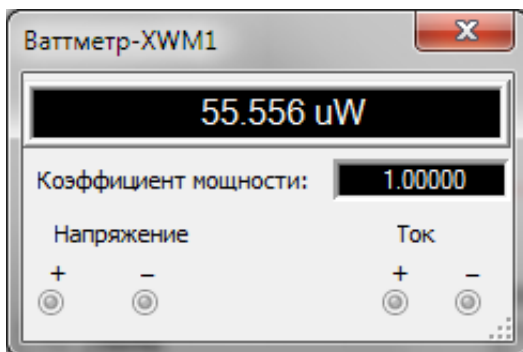

Рис. 2.5.6. Показания ваттметра
6. Дважды щелкните ЛКМ символ ваттметра. На экране появится окно свойств, в котором вы увидите мощность и коэффициент мощности (рис. 2.5.6).